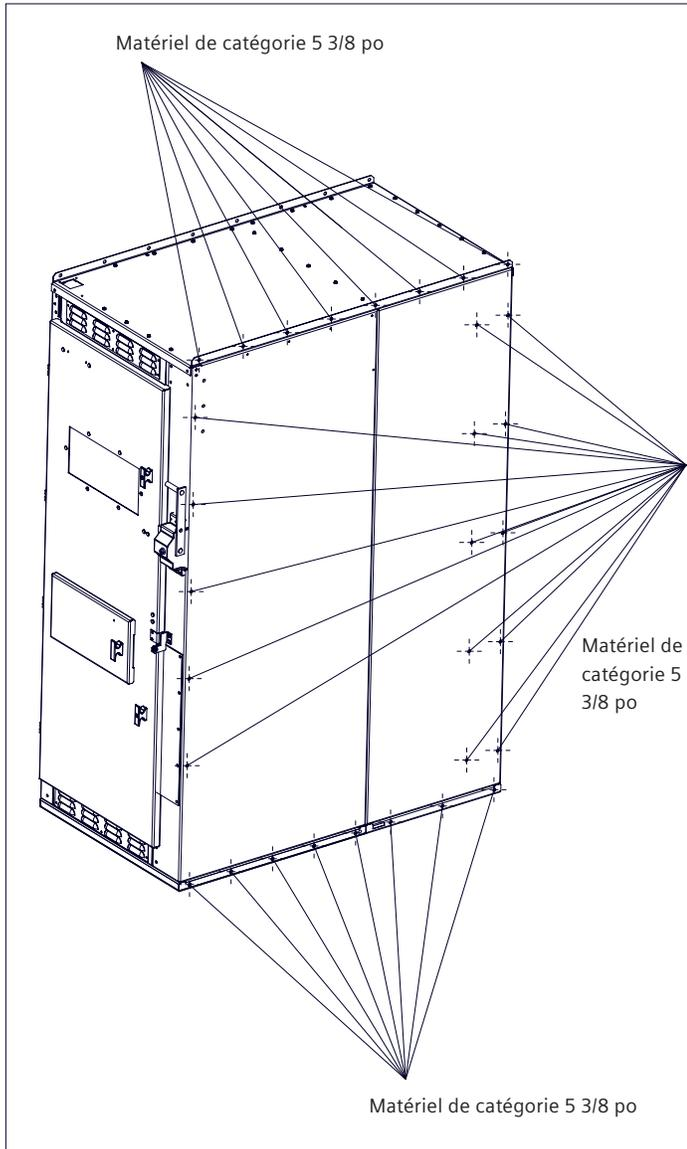

Figure 13 : Emplacement des boulons inter-unités
Les groupes d'expédition d'appareillage de commutation intérieur sont maintenus dans un alignement droit par des boulons maintenant les sections verticales les unes aux autres. La Figure 13 ci-dessus montre l'emplacement des fixations inter-unités utilisées pour fixer les sections ensemble.
- Vérifiez que les sections sont bien en contact avec les supports et points d'ancrage et que les trous de boulons pour les interconnexions (voir la Figure 13 : Emplacements de boulons inter-unités) sont alignés à la page 24. Répétez les étapes 3 à 5 et installez tout le matériel d'interconnexion.
7. Installez les fixations d'interconnexion (voir la Figure 13 : Emplacement des boulons inter-unités à la page 24.) L'accès aux fixations des supports du panneau de toit avant se fait par l'ouverture disponible après le retrait du couvercle avant ventilé à l'étape 5.